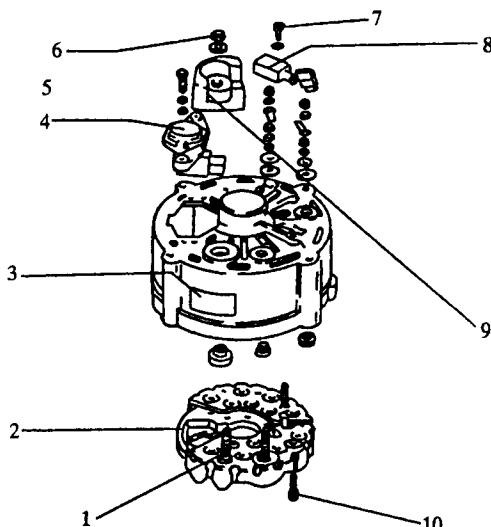

图 1-13 发电机外壳的分解
④发电机外壳的分解,如图 1-13 所示。旋下螺栓 10,从发电机外壳 3 上拆下二极管板 2,旋下螺栓 1 和螺母 6,取下插接件座 9,旋下螺栓 5,取下带炭刷的调节器 4,旋下螺栓 7,取下抗干扰电容器 8。